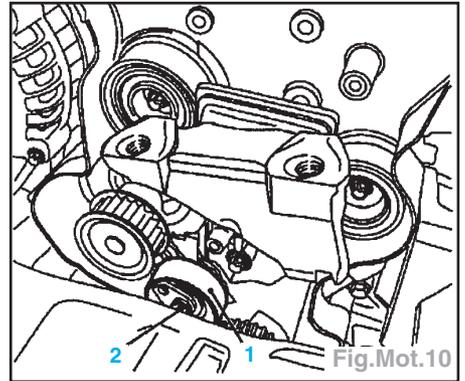

Fig.Mot.10
- Déposer le galet-tendeur (1) et la vis (2) ou le galet de renvoi et sa vis (Fig. Mot.10).